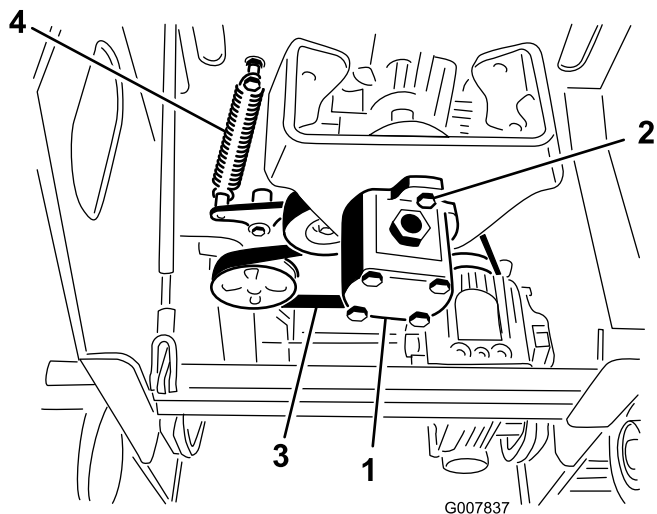

Figura 49
5. Afloje los 2 pernos de la bomba (Figura 49).
6. Gire la bomba en el sentido contrario a las agujas del reloj y deje que se separe de la polea (Figura 49).
7. Usando una herramienta especial para retirar muelles (póngase en contacto con su Servicio Técnico Autorizado), retire el extremo del muelle del perno para aliviar la tensión de la correa (Figura 49).